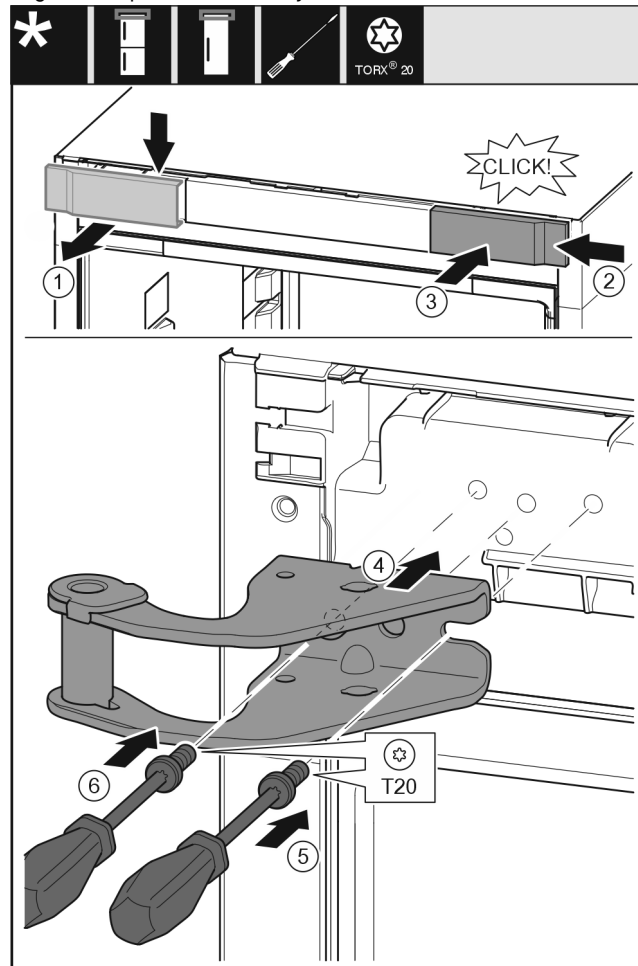

Fig. 12
- Afdekking Fig. 12 (1) van boven af naar voren lostrekken.
- Afdekking Fig. 12 (2) 180° gedraaid aan de andere zijde van rechts inhangen.
- Afdekking Fig. 12 (3) vastklikken.
- Bovenste lagerbok Fig. 12 (4) bevestigen.
- Schroef Fig. 12 (5) met schroevendraaier plaatsen en vastdraaien.
- Schroef Fig. 12 (6) met schroevendraaier plaatsen en vastdraaien.